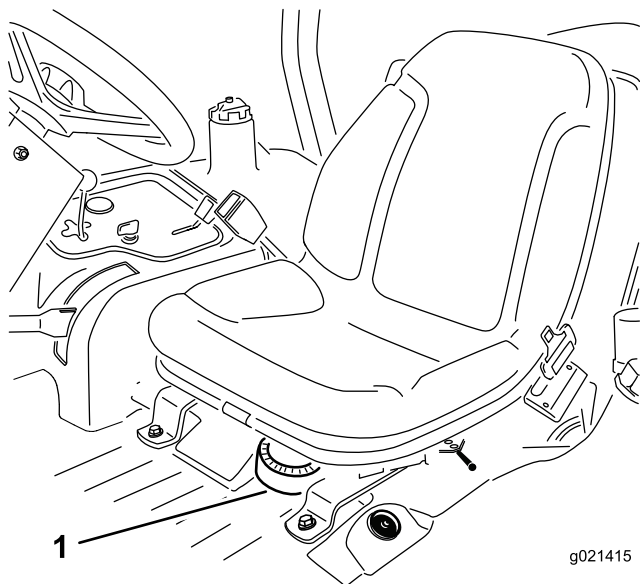

Figure 47
1. Déposez le siège de la machine pour accéder à la pompe à carburant (Figure 47).